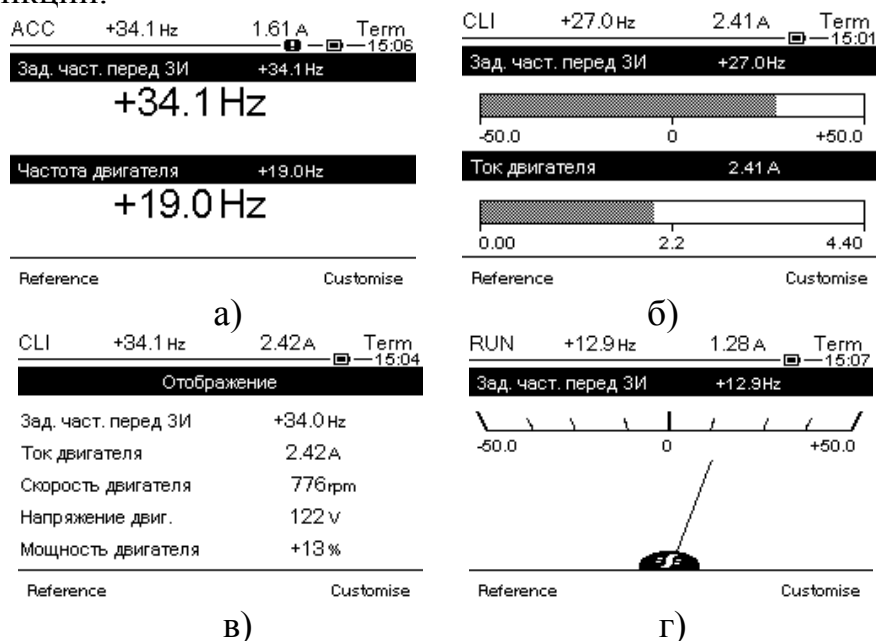

Рис. 13.1 Виды отображения переменных на экране терминала
- [Цифровое значение] [dEC] – отображение в виде цифровых значений (не более двух, см. рис. 13.1а);
- [Барграф] [bAr] – отображение в виде индикаторных линеек (не более двух, см. рис. 13.1б);
- [Список] [LiSt] – отображение в виде списка переменных (не более пяти, см. рис. 13.1в);
- [Расходомер] [uiMEt] – отображение в виде стрелочного прибора (только одна переменная, см. рис. 13.1г).